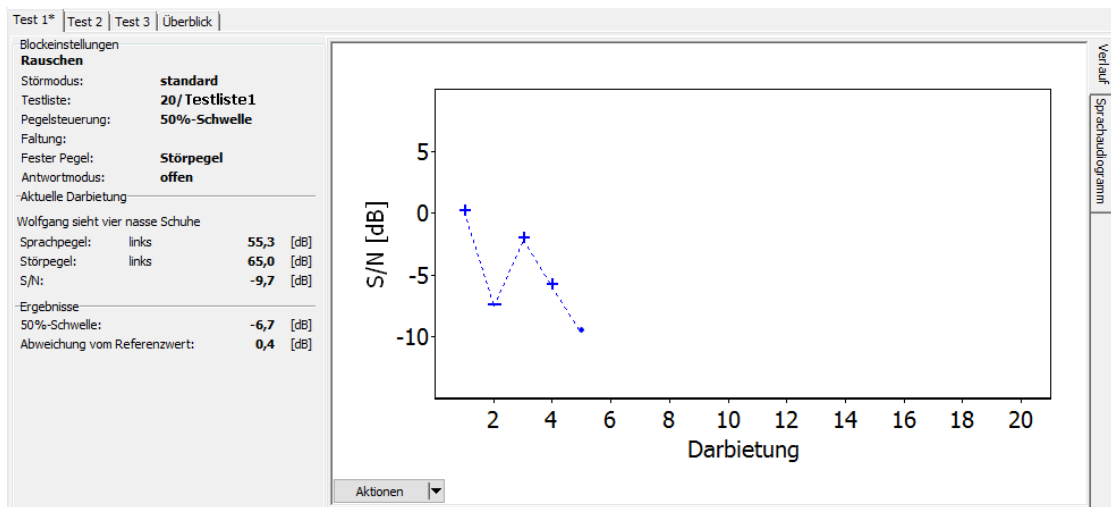
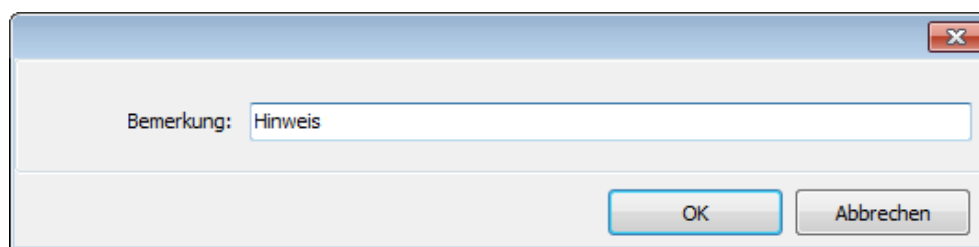

Abbildung 20: Verlaufdarstellung des mittleren Bereichs des Messdialogs
Abbildung 21: Eingabe einer Bemerkung
- **Bemerkung:** Es erscheint ein Eingabedialog (Abbildung 21). Hier können Sie eine Bemerkung zur entsprechenden Testliste eingeben, die innerhalb des jeweiligen Diagramms angezeigt wird (siehe Beispiel in Abbildung 20).
Siehe Abbildung 20. Bei dieser Darstellung wird der Verlauf eines der Messparameter (je nach Messprofil) während der Darbietungen angezeigt. Die Symbole der einzelnen Darbietungen haben dabei je nach Messprofil folgende Bedeutung:
Im zusätzlichen Blattregister „Überblick“ (siehe Abbildung 20) werden die Ergebnisse aller Testlisten innerhalb einer Messung zusammen dargestellt. Wenn Sie mehrere Testlisten innerhalb einer Messung gemessen haben, dann wird dort jeweils auch die Differenz zum Ergebnis der sog. Referenz-Testliste angezeigt (siehe auch 4.3.2).